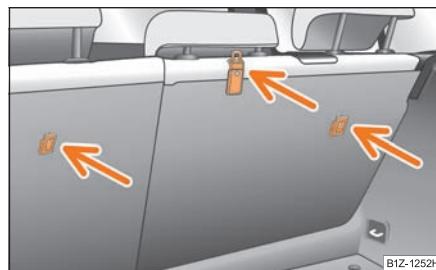

Fig. 195 Asiento posterior: Top Tether
En algunos países, las disposiciones legales vigentes exigen el equipamiento de los asientos posteriores con argollas de fijación para asientos infantiles del sistema “Top Tether” ⇒ fig. 195.
- Fije los asientos infantiles con el sistema “Top Tether” solamente en los puntos prescritos ⇒ página 195, fig. 195.